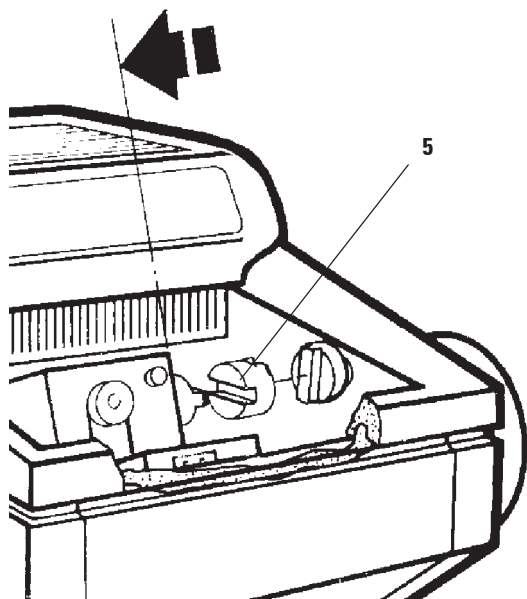

Fig. 26
- Smør plastkoblingen (5, fig. 26) med en dråbe kryostatolie;
- Smør objektcynderen (1) med olie: